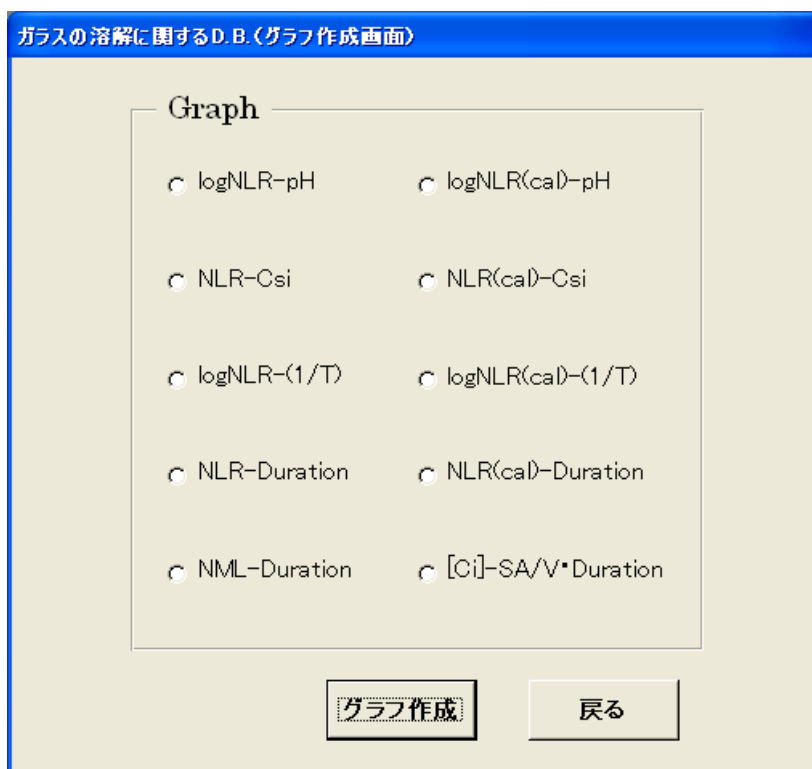

Fig.13 グラフ作成画面
- **グラフ** ボタン: グラフ作成画面 (Fig.13) を表示する。
グラフ作成画面 (Fig.13) から、検索結果一覧画面 (Fig.10) に表示されている検索結果をもとに、Excel ファイルにデータを取り出し、①logNLR-pH, ②NLR-CSi, ③logNLR-(1/T), ④NLR-Duration, ⑤NML-Duration, ⑥logNLR(cal)-pH, ⑦NLR(cal)-CSi, ⑧logNLR(cal)-(1/T), ⑨NLR(cal)-Duration, ⑩[Ci]-SA/V・Duration の 10 種類のグラフを作成することができる。Excel 上で、グラフの変更や図表化なども可能である。グラフ作成に必要なデータがないときは、メッセージを表示し、データの取り出しのみとなる。10 種類のグラフ作成例を以下に示す。